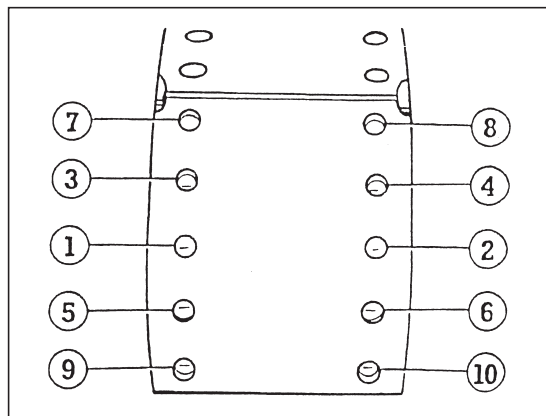

図 .4-3-2
- ② 図示されるように内側のリベットから外側に向かってかしめる。(図4-3-2)